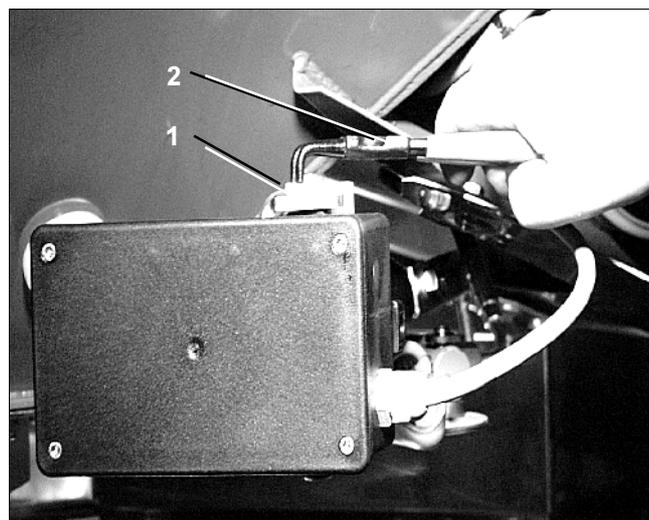

Fig. 101
- Begge sikringsclips (Fig. 101/1) fjernes med tangen (Fig. 101/2).